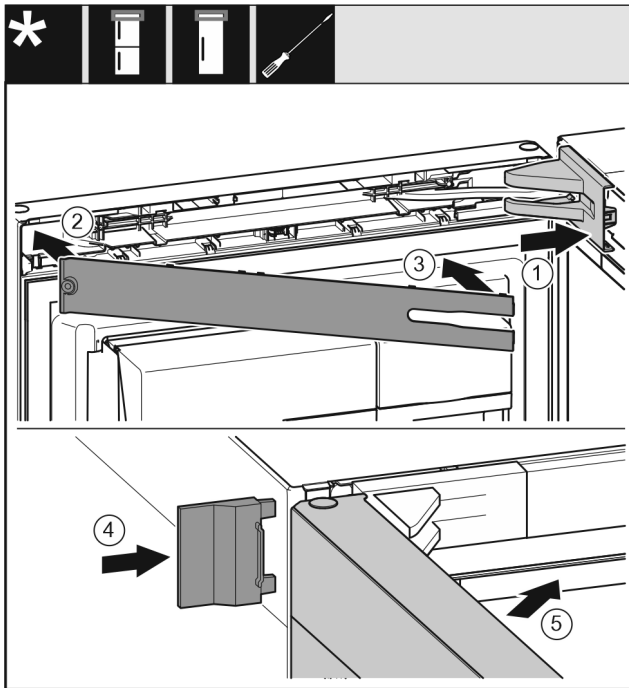

Fig. 51
- ▶ Aseta laakeripukin suojus paikoilleen, anna sen lukittua ja paina osia tarvittaessa varovasti erilleen toisistaan. Fig. 51 (1)
- ▶ Aseta paneeli paikoilleen. Fig. 51 (2)
- ▶ Käännä paneeli sisään ja anna sen lukittua. Fig. 51 (3)
- ▶ Työnnä ulompi paneeli paikalleen. Fig. 51 (4)
- ▶ Sulje ylempi ovi. Fig. 51 (5)